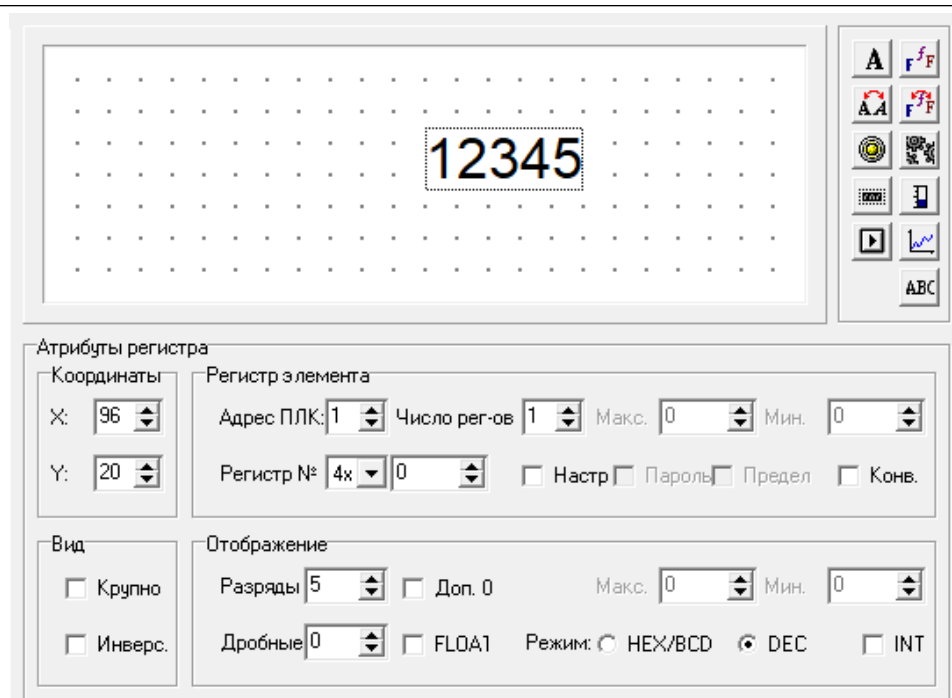

Рисунок 4.13 – Задание параметров области отображения параметров регистра
1. Нажать кнопку «Регистр» (). В области экрана появится окно инструмента Регистр (см. рисунок 4.13). В полях настройки следует указать: